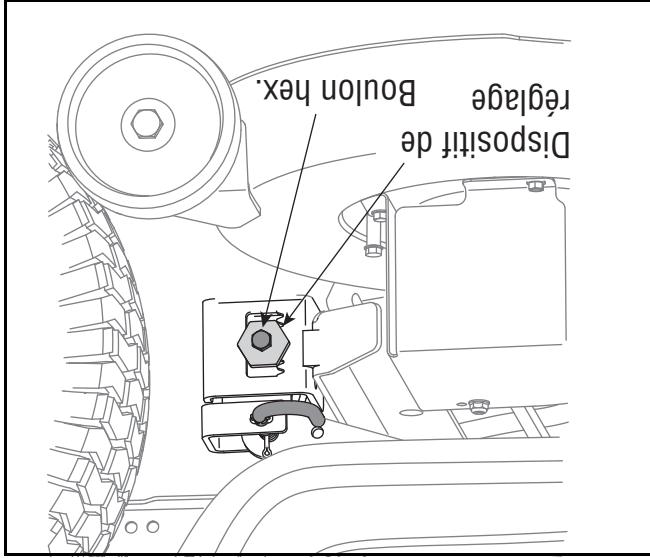

Figure 15
3. Desserrez, **sans** la retirer, la vis à chapeau à six pans sur le crochet de support gauche du plateau de coupe. Voir la Figure 15.
4. Équilibrez le plateau de coupe en utilisant une clé pour tourner le dispositif de réglage (trouée immédiatement derrière la vis desserrer montre / haut ou en sens inverse des aiguilles d'une montre / bas. Voir la Figure 15.